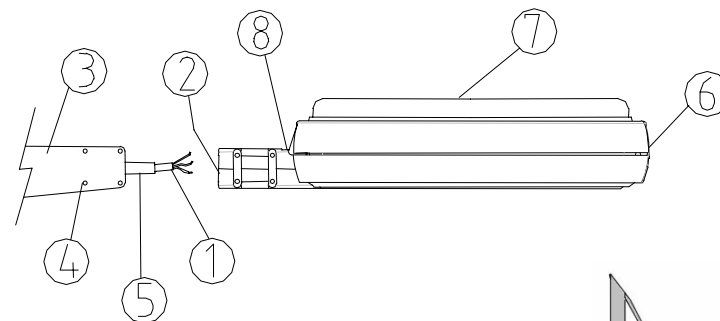

FIG.1
1. Inserire il cavo di alimentazione (1) nell'apparecchio attraverso il foro posteriore dell'attacco braccio (2).
2. Fissare l'apparecchio al braccio (3) serrando le viti (4) e facendo attenzione che il tubo di raccordo (5) sia inserito correttamente nelle apposite sedi.
3. Sganciare la clip di chiusura (6).(FIG.1)
4. Aprire la calotta (7) di circa 90° e farla slittare verso sinistra inserendo il sistema di bloccaggio della cerniera (8).
5. Collegare il cavo di alimentazione (1) ai morsetti del sezionatore (9), fissarlo al bloccacavo (10) e bloccarlo tramite fascetta al reggifascetta (11).
6. Sbloccare la calotta (7) facendola slittare verso destra e agganciare la clip di chiusura.